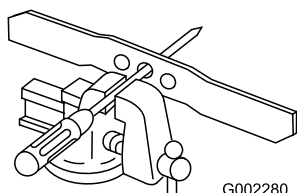

Figura 37
1. Compruebe el equilibrio de la cuchilla colocando el taladro central de la cuchilla sobre un clavo o el palo de un destornillador fijado horizontalmente en un torno de banco (Figura 37).